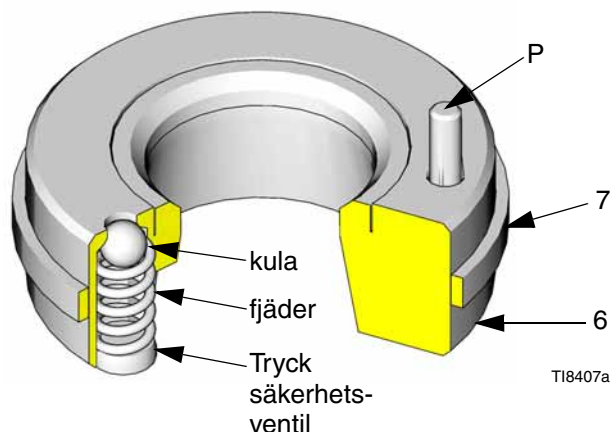

FIG. 5
- Montera säkerhetsventilens inloppssäte (6) på den vänstra sidan i det nedre huset (11), som visas i FIG. 8. (Texten som står i det nedre huset identifierar det korrekta läget för säkerhetsventilens säte.) Tappen (P) på sätet måste peka uppåt mot huset. Tappen begränsar sätets positionering och garanterar att ventilhålet (V) inte blockeras av någon del av huset. Se FIG. 5.